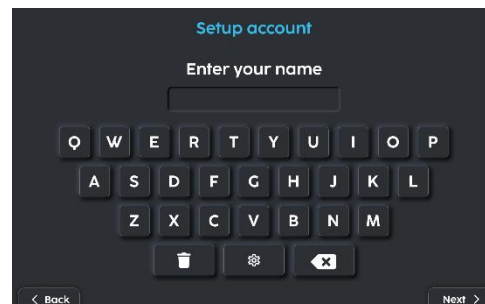

Fig. 4
4. Voer uw accountnaam in (fig. 4).